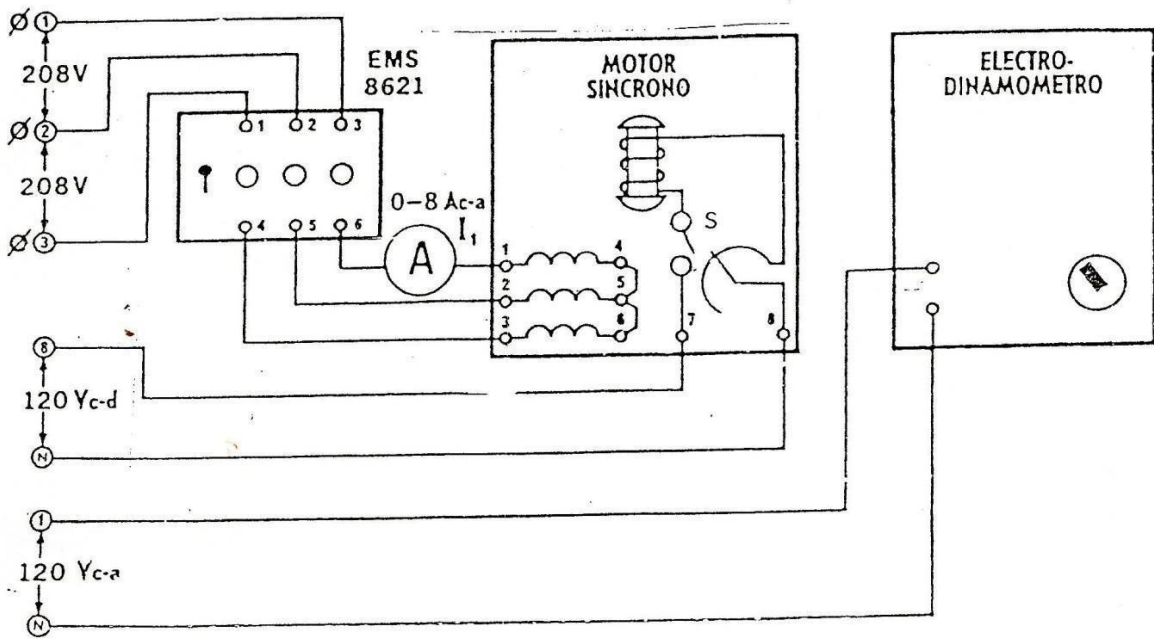

Figura 2
6. Conecte el circuito que aparece en la figura 2, con los módulos EMS del electro dinamómetro y el interruptor de sincronización. Acople el motor al electro dinamómetro por medio de la banda.